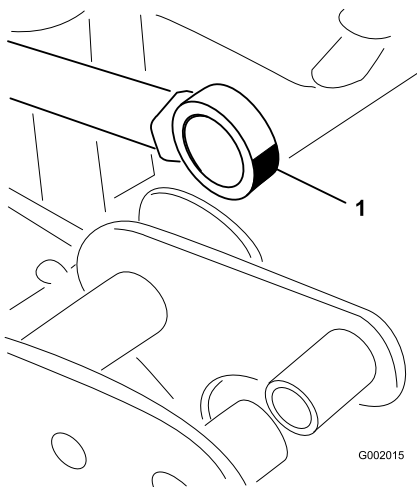

Рисунок 66
5. Отклоните подшипник наконечника штока и заправьте подшипник консистентной смазкой (Рисунок 66).